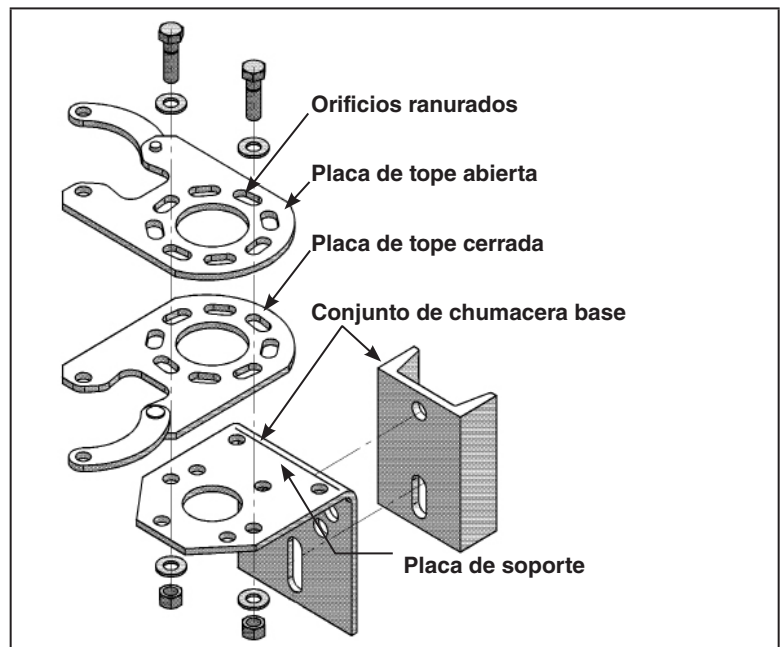

Figura 27. Vista despiezada de las placas de tope y el conjunto de la chumacera base.
Los orificios de la placa de tope están ranurados para dar espacio al ajuste. Afloje los tornillos que sujetan las placas de tope ajustables a la placa de apoyo de la chumacera base. Vea la Figura 27. Coloque el interruptor en la posición de **apertura** total y ajuste la placa de tope de la posición de apertura de tal forma que la palanca, al bajarla, entre a la ranura de la posición de apertura. En la placa de apoyo, marque la ubicación de la placa de tope de la posición de apertura.
- Afloje la tornillería que asegura la placa de tope cerrada. Vea la Figura 27 en la página 19.